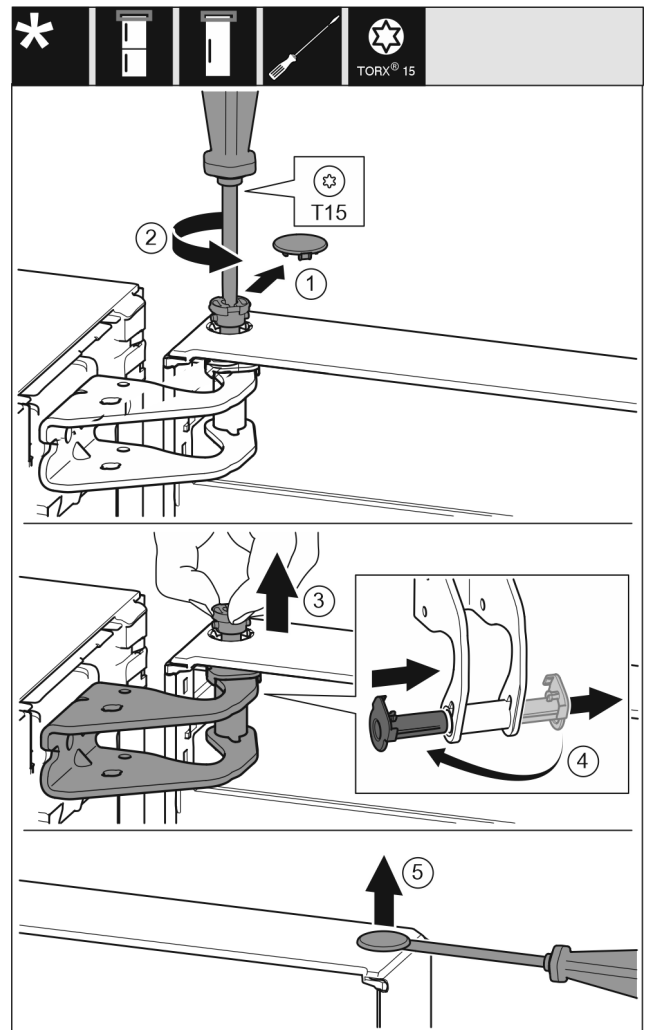

Fig. 9
- ▶ Sicherungsabdeckung vorsichtig abziehen. Fig. 9 (1)
- ▶ Bolzen mit Schraubendreher T15 ein Stück herausdrehen. Fig. 9 (2)
- ▶ Tür festhalten und Bolzen mit den Fingern herausziehen. Fig. 9 (3)
- ▶ Lagerbuchse aus Führung ziehen. Von der anderen Seite einsetzen und einrasten. Fig. 9 (4)
- ▶ Stopfen aus der Tür Lagerbuchse vorsichtig mit einem Schlitzschraubendreher anheben und herausziehen. Fig. 9 (5)